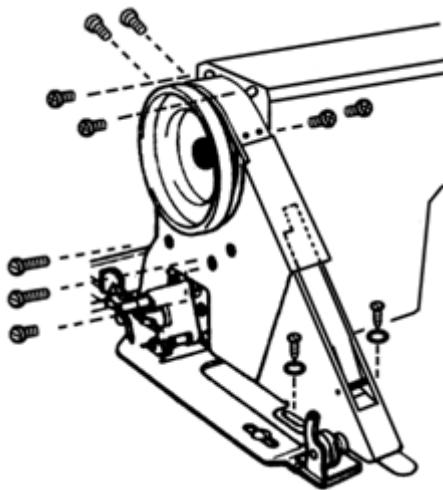

Figura 9
- Instale a tampa da correia conforme a Figura 9 utilizando os parafusos fornecidos com a máquina